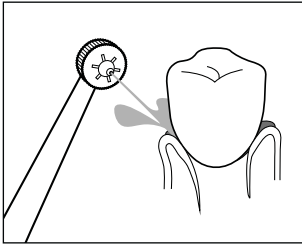
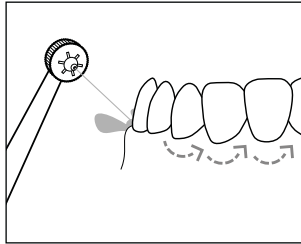

Abb. 8
Abb. 9
- ♦ Zum Reinigen richten Sie den Wasserstrahl auf die Zahnzwischenräume und die Zahnränder. Halten Sie die Aufsteckdüse **2** so, dass der Wasserstrahl die Speisereste vom Zahnfleisch weg abspülen kann (siehe Abb. 8). Bewegen Sie die Aufsteckdüse **2** langsam entlang der Zahnränder von Zwischenraum zu Zwischenraum (siehe Abb. 9). Reinigen Sie auf diese Weise alle Zahninnen- und Zahnaußenseiten.